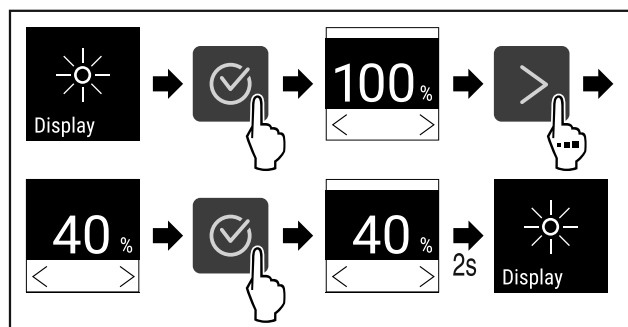

Fig. 77
- ▶ Kryeni hapat e veprimit (shihni Fig. 77).